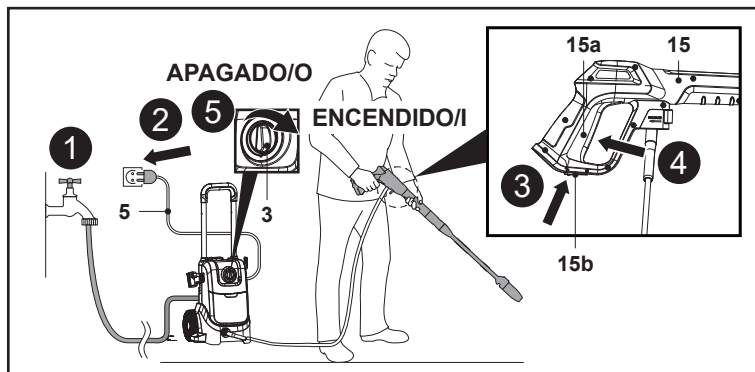

Fig. 15
1. Abra el grifo para que el agua fluya hacia la bomba (Fig. 15, paso 1).
2. Conecte el cable de alimentación (5) a la fuente de alimentación y asegúrese de que el interruptor giratorio de encendido / apagado (3) está en la posición de apagado (Fig. 15, paso 2).
3. Tire del bloqueo del gatillo (15b) situado en la parte inferior de la pistola pulverizadora (15) para desbloquear el gatillo de la pistola pulverizadora (15a) (Fig. 15, paso 3).
4. Presione completamente el gatillo (15a) hasta que salga un flujo constante de agua para eliminar el aire de la máquina y de la manguera de suministro de agua (Fig. 15, paso 4). A continuación, suelte el gatillo de la pistola pulverizadora (15a).
5. Encienda la máquina ajustando el interruptor giratorio de encendido / apagado (3) a la posición "I" (Fig. 15, paso 5).